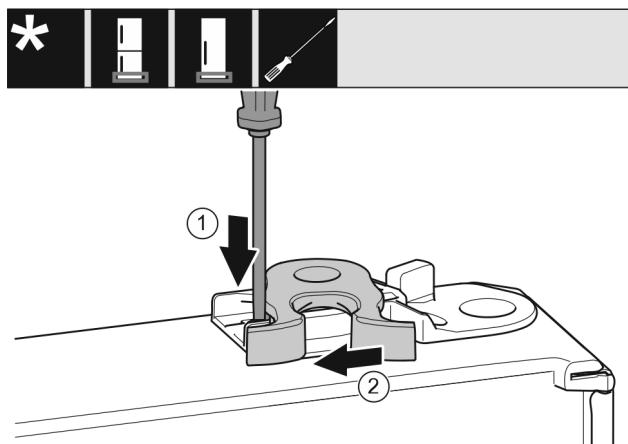

Fig. 16
- За допомогою шліцової викрутки притисніть уніз накладку. Fig. 16 (1)
- Витягніть із напрямної запірний гачок. Fig. 16 (2)
- Вставте запірний гачок у напрямну з іншого боку. Fig. 16 (3)